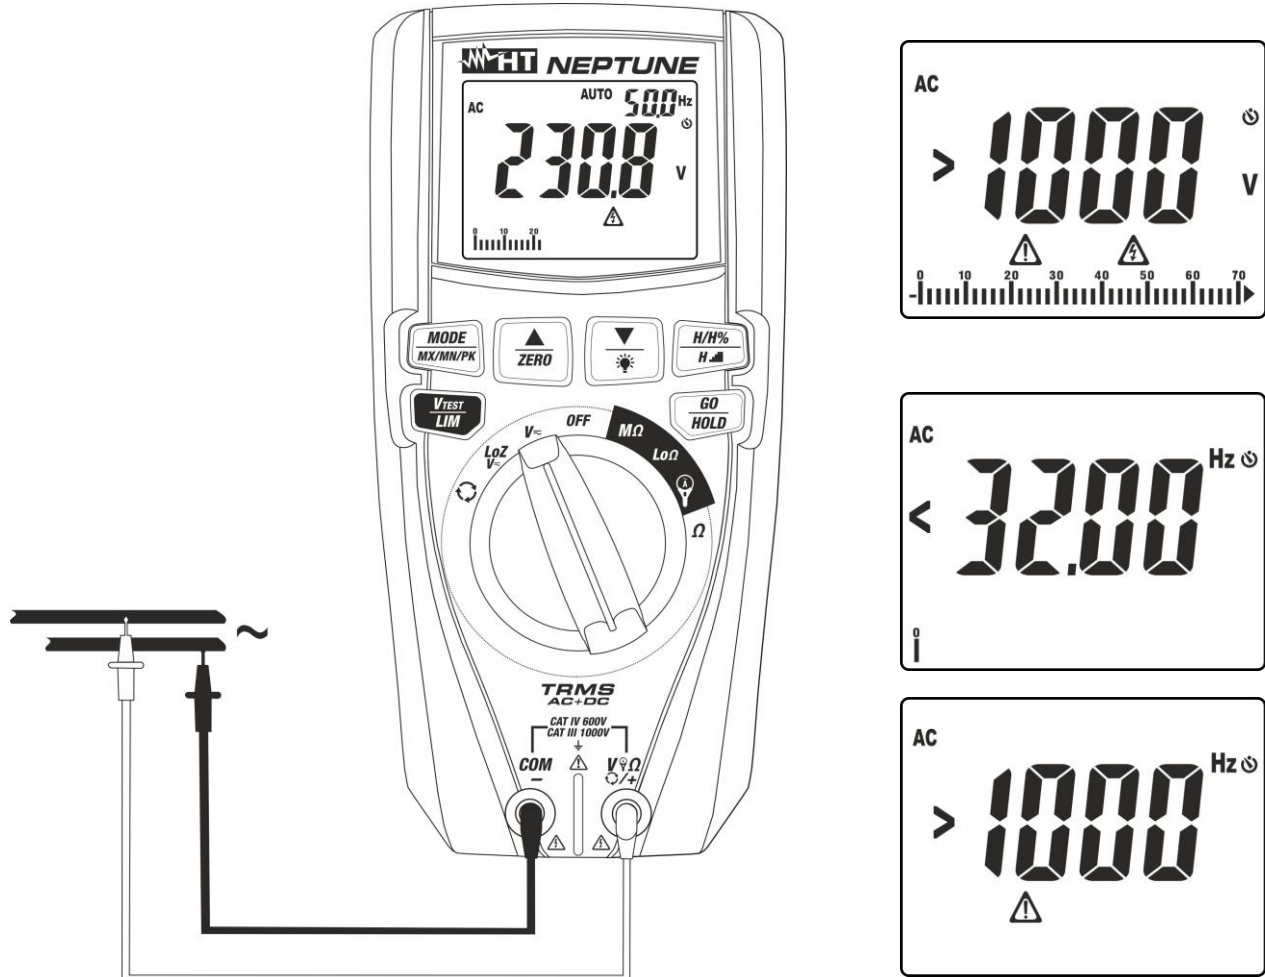

Abb. 7: Verwendung des Gerätes für Wechselspannungsmessung
4. Verbinden Sie die rote Messleitung und die schwarze Messleitung mit den gewünschten Messpunkten des zu messenden Kreises (siehe Abb. 7). Der Spannungswert erscheint auf dem Display. Rechts auf der Oberseite des Displays wird der Wert der Frequenz der Spannung angezeigt. Drücken Sie die Taste **MODE/MX/MN/PK** zur Anzeige des Werts der Frequenz mit besserer Auflösung.
5. Wenn im Display die Meldung "**>1000V**" erscheint (siehe Abb. 7), ist der höchste messbare Wert erreicht worden.
6. Wenn im Display die Meldungen "**<32Hz**" oder "**>1000Hz**" (siehe Abb. 7) erscheinen, liegt der Wert der Frequenz außerhalb des Messbereiches **32Hz ÷ 1000Hz**.